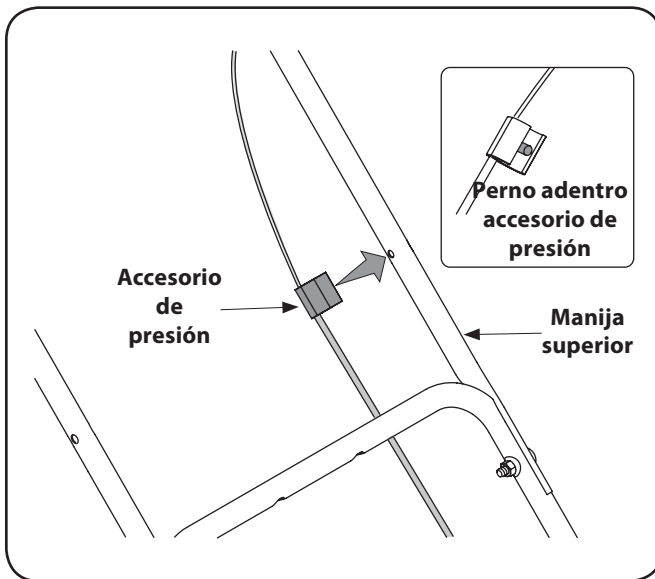
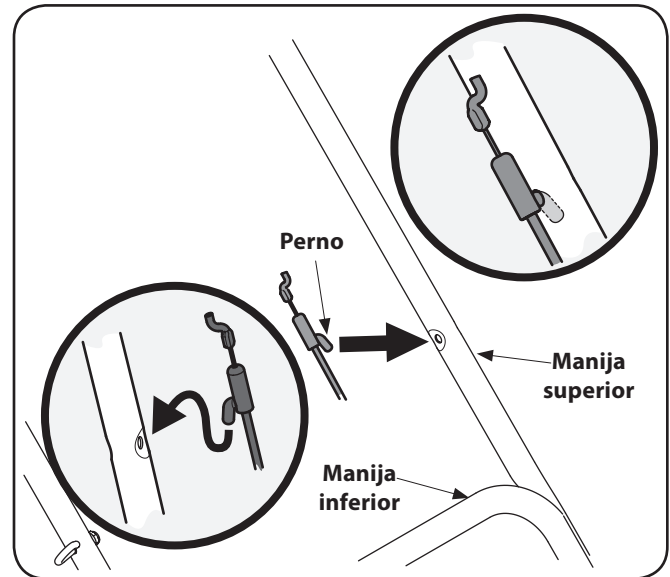

Figure 3-7
Figure 3-8
NOTA: La cortadora ha sido suministrado con uno de los dos tipos de cables de control - que se asegura con un accesorio de presión como se muestra en Figure 3-7 o uno que está asegurada con un pasador como se muestra en Figure 3-8. Tome nota de que el cable suministrado con el cortacésped y siga los pasos apropiados a continuación.
- Presione el perno que está dentro del accesorio de presión dentro del orificio que se encuentra del lado izquierdo de la manija superior, según se muestra en Figure 3-7.
- Presione el perno se encuentra en la instalación del cable en el agujero se encuentra en el lado izquierdo del asa superior, como se muestra en Figure 3-8 inserciones.